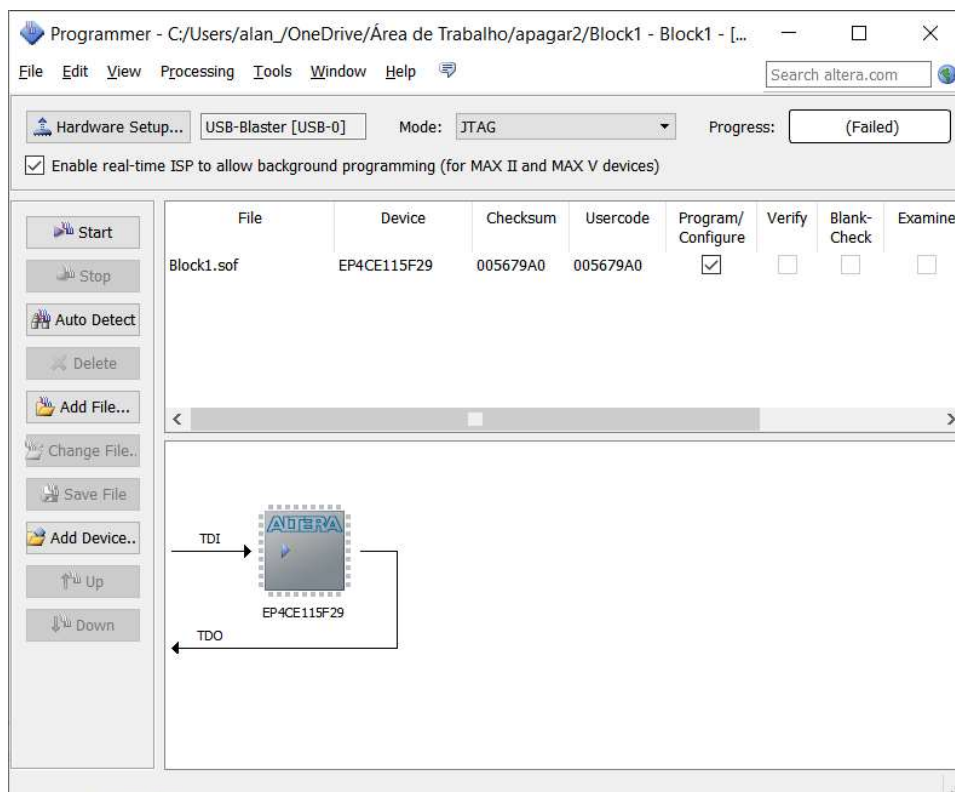

Figura 6 – Programmer da FPGA
- 5) Agora vamos a ferramenta de “gravação” da netlist na FPGA. Para isto, clique no ícone (). Será aberta uma tela similar a que se vê na Figura 6. Se o seu projeto foi compilado e sintetizado com sucesso, na tabela “File” irá aparecer o arquivo com as informações que devem ser enviadas à FPGA para sua configuração. Sua extensão é “.sof”.